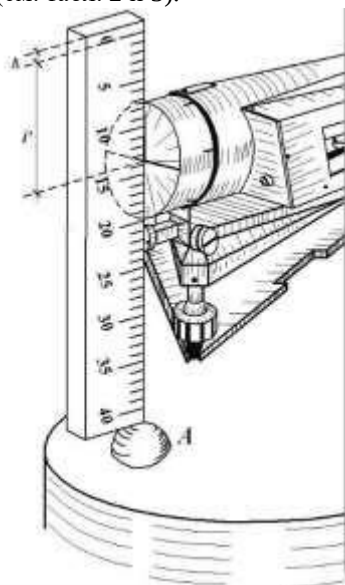

Рис. 17. Измерение высоты нивелира i' .
12. Устанавливают линейку на марку столба с номером "А" нолём шкалы вверх (рис.17). Берут отсчёт i'_1 по шкале линейки с помощью горизонтального штриха крышки объектива до десятых долей миллиметра и заносят его в журнал (см. табл. 2 и 3).